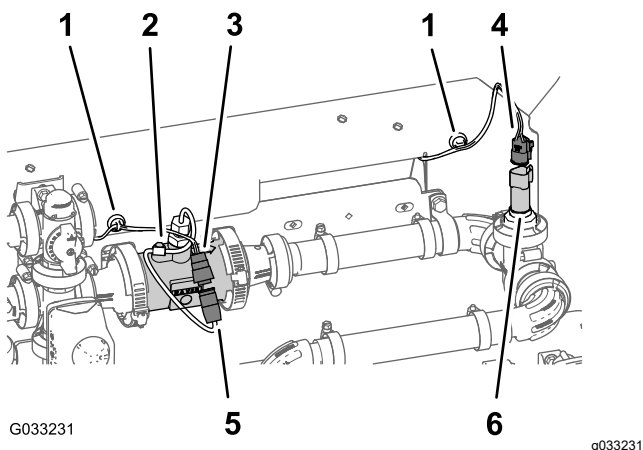

Figura 101
1. Enrute los conectores de la rama de 203 cm (80") del arnés de cables marcados **Flow Meter** y **Pressure Transducer** por detrás del soporte del distribuidor (Figura 101).
2. Conecte el conector hembra de 3 vías de la rama de 203 cm (80") del arnés de cables del caudalímetro (sin marcar) en el conector de 3 pines del arnés del caudalímetro (Figura 101).
3. Conecte el conector hembra de 3 vías de la rama de 203 cm (80") del arnés de cables marcado **Pressure Transducer** en el conector de 3 pines del arnés del transductor de presión (Figura 101).
4. Fije los anclajes magnéticos de los arneses del caudalímetro y el transductor de presión en la superficie del soporte del distribuidor (Figura 101).